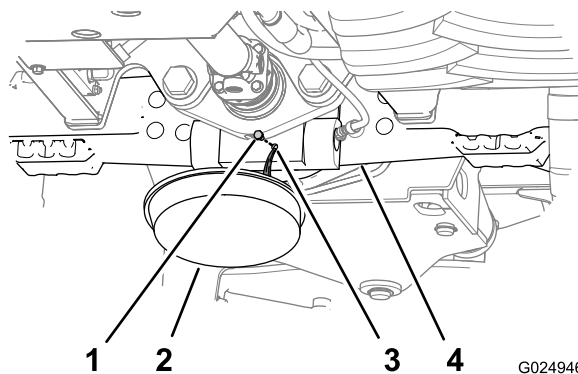
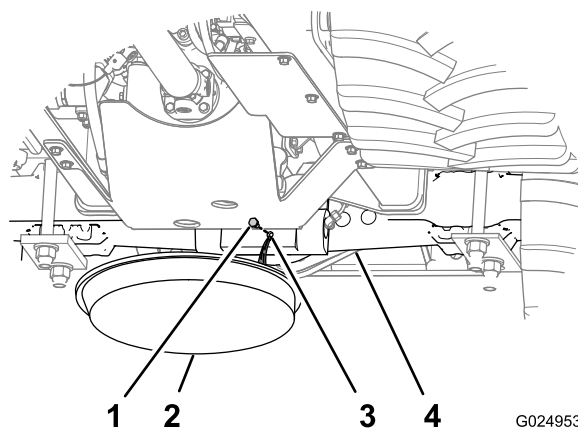

Figura 88
Figura 89
1. Coloque un recipiente de vaciado debajo de la caja de piñones del eje (Figura 88 y Figura 89)
2. Retire los tapones de la mirilla y del orificio de vaciado de la caja de piñones de los ejes (Figura 88 y Figura 89).